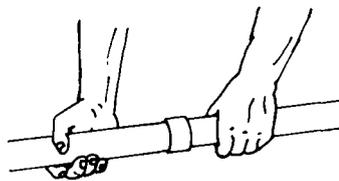

FIG. 6
4.º Passo — Introduza na extremidade aquecida o tubo-gabarito (fig. 6)